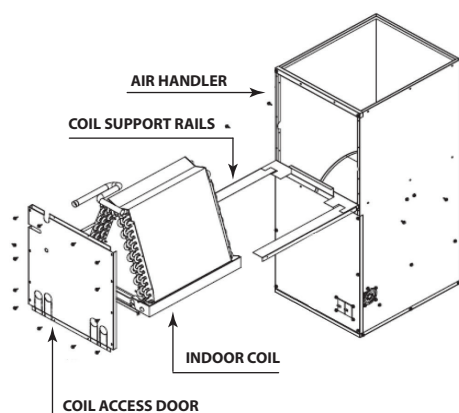

Figure 6. Ensemble du serpentin intérieur
4. Retirez les 6 vis (3 de chaque côté de l'appareil de traitement d'air) fixant les rails de support du serpentín intérieur. Voir la figure 6.
6. Réinstallez les rails de support du serpentín intérieur dans les trous prévus à cet effet dans le boîtier de l'appareil de traitement d'air, comme illustré à la figure 6. Utilisez les six (6) vis qui ont été retirées à l'étape 4 pour fixer les rails de support du serpentín intérieur au boîtier de l'appareil de traitement d'air.
7. Réinstallez le serpentín de refroidissement en position verticale comme indiqué sur la figure 6.
8. Retirez le nouveau panneau d'accès au serpentín intérieur du kit de conversion et installez-le sur la section du serpentín intérieur comme illustré à la figure 6. Réinstallez le panneau d'accès du ventilateur et du boîtier de commande en position inversée et fixez-le avec les vis retirées à l'étape 1.